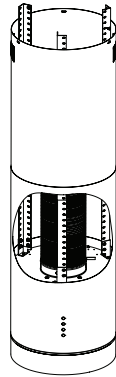

Fig. 26
- Encaixar o tubo flexível na flange [Ø150mm do tubo] pressionar até seu perfeito encaixe [Fig. 26].